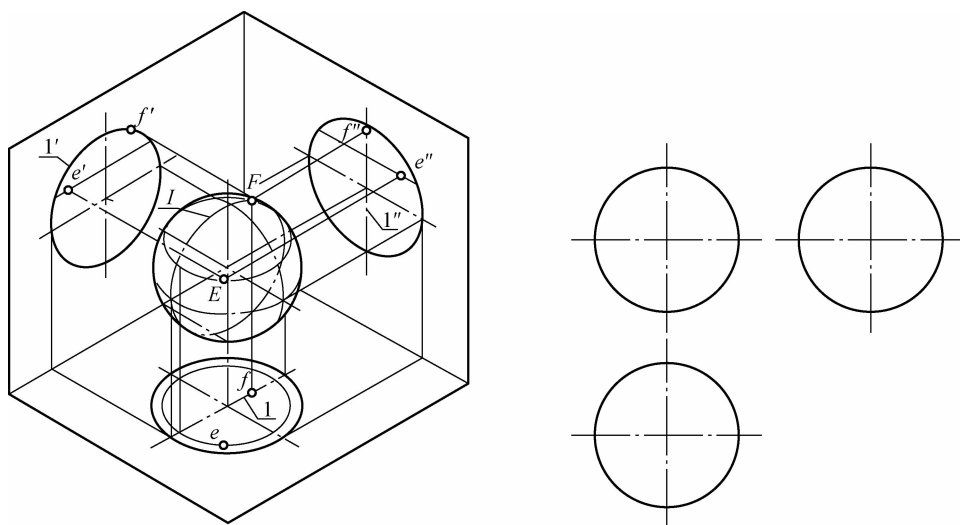

图 1-3-10 球的三视图
(1)如图 1-3-10 所示,球的三个视图均为圆,圆的直径等于球的直径。球的主视图表示了前、后半球的转向轮廓线。左视图即为左、右半球的转向轮廓线。俯视图表示了上、下半球的转向轮廓线。